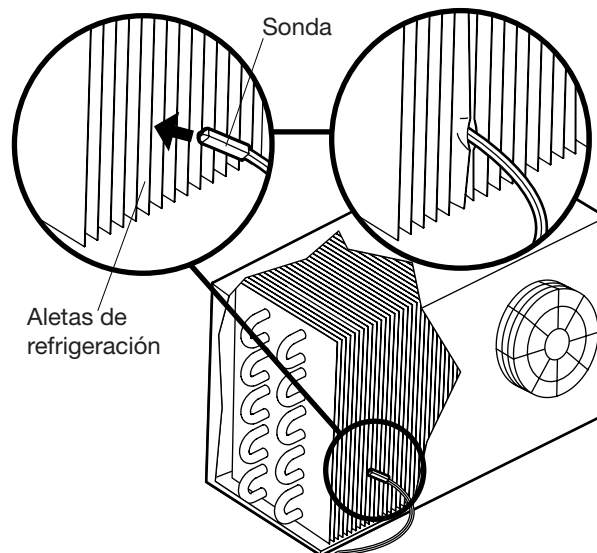

FIG. 9 Insertar la sonda del termistor entre las aletas de refrigeración del evaporador
- Inserte la sonda entre las aletas de refrigeración, tal como se muestra en FIG. 9. Verifique que la sonda haga buen contacto con uno de los tubos del evaporador. Luego, con los alicates de punta fina, doble cuidadosamente las aletas de refrigeración para que queden juntas y sostengan firmemente la sonda en su lugar.